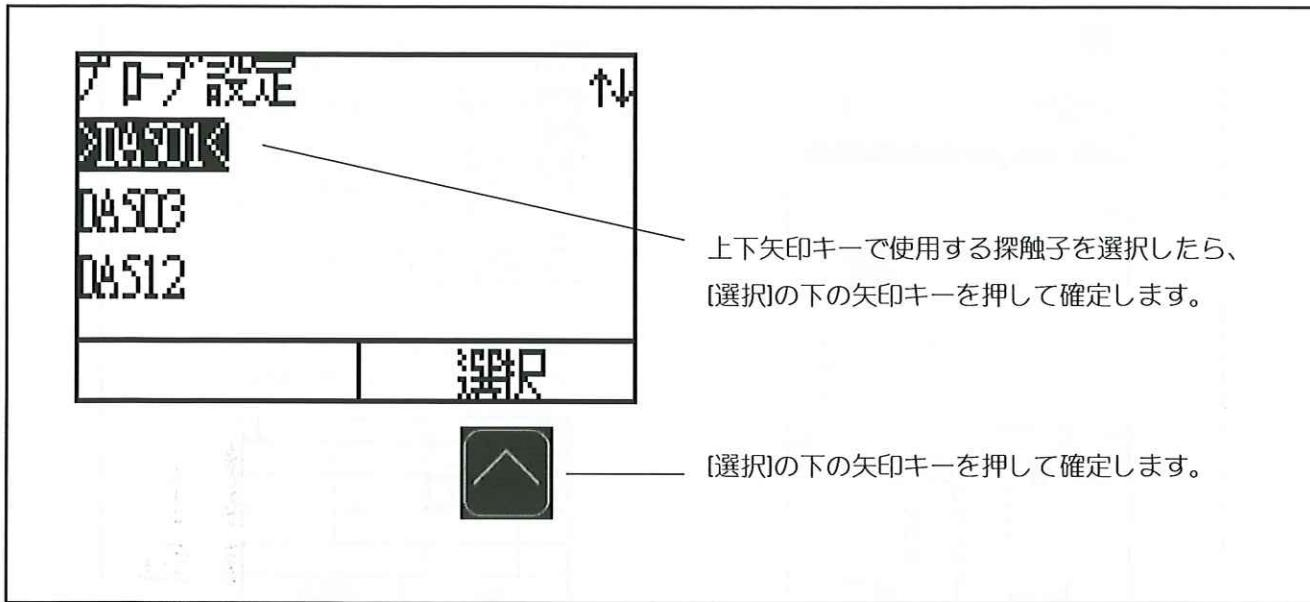

図 4: プローブ設定モード
- **プローブ設定モード**：使用するプローブの種類を選択します。選択したプローブの種類により基本的な設定条件が決まります（図 4）